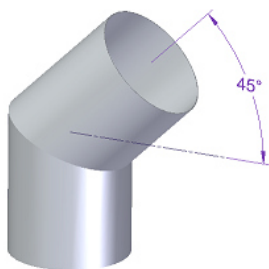
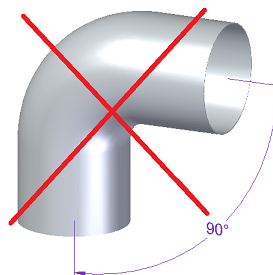

Figura 23 - Inclinação correta para as curvas
Figura 24 - Inclinação incorreta para as curvas
* Nas condições nominais de operação, a tiragem dos gases de combustão deve originar uma depressão de 12 Pa um metro acima do gargalo da chaminé. Para conseguir uma boa instalação deverão ser aplicados, verticalmente, pelo menos 2 metros de tubo metálico de chaminé com o mesmo diâmetro da saída de fumos da salamandra. No seguimento desse troço é admissível a utilização de elementos de tubagem com a inclinação máxima de 45°. As Figura 23 e Figura 24 mostram a inclinação correta e incorreta no caso de necessitar instalar uma curva, respetivamente.